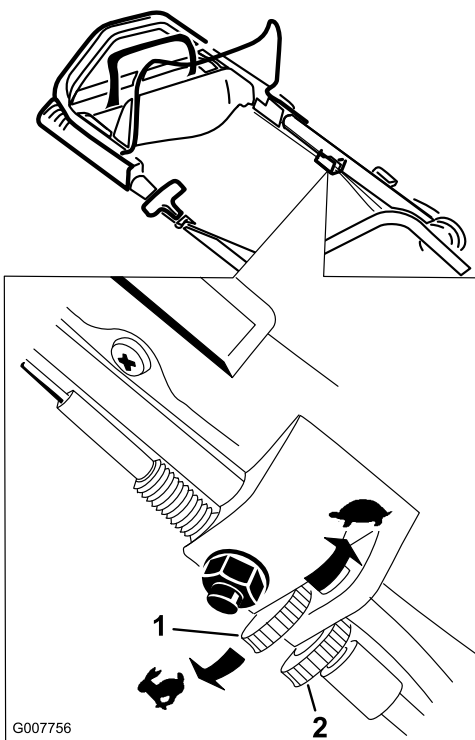

Figura 29
1. Allentate il dado di bloccaggio a mano (Figura 29).